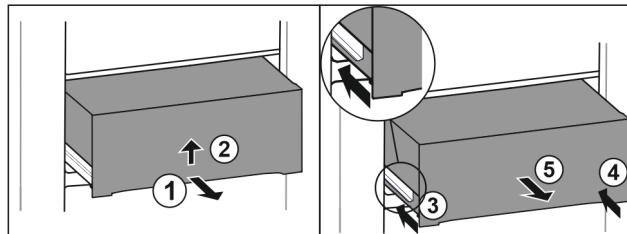

Fig. 33
- Витягніть ящик на половину. Fig. 33 (1)
- Підняти висувний ящик за нижній бік. Fig. 33 (2)
- Вставити ліву рейку. Fig. 33 (3)
- Вставити праву рейку. Fig. 33 (4)
- Вийняти висувний ящик рухом вперед. Fig. 33 (5)